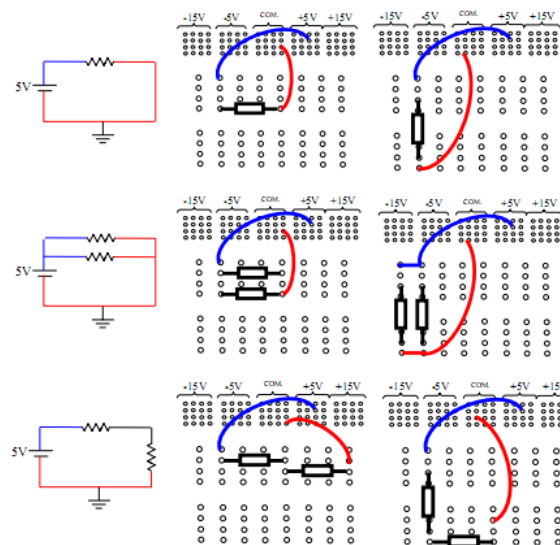

Figura 4: Exemplo de montagem de circuitos simples em protoboard
A figura 4, a seguir, ilustra a montagem de pequenos circuitos resistivos no protoboard. Utilize dois resistores, sendo um 600  $\Omega$  e outro 400  $\Omega$ .
- Reproduza as montagens da figura 4 no simulador